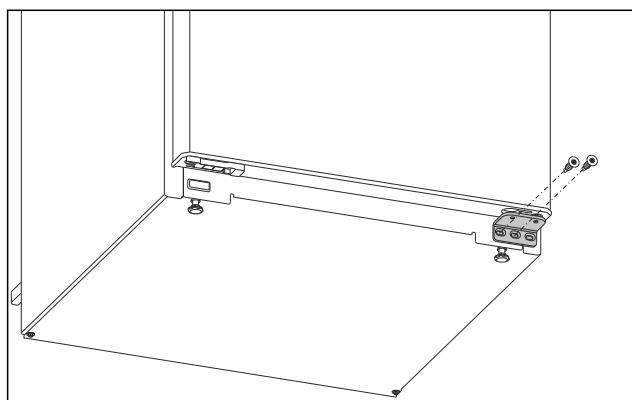

Fig. 6
- Svitare la vite centrale sulla staffa di supporto inferiore con un cacciavite Torx 20. Fig. 6 ()
- Svitare la vite interna sulla staffa di supporto inferiore con un cacciavite Torx 20. Fig. 6 ()